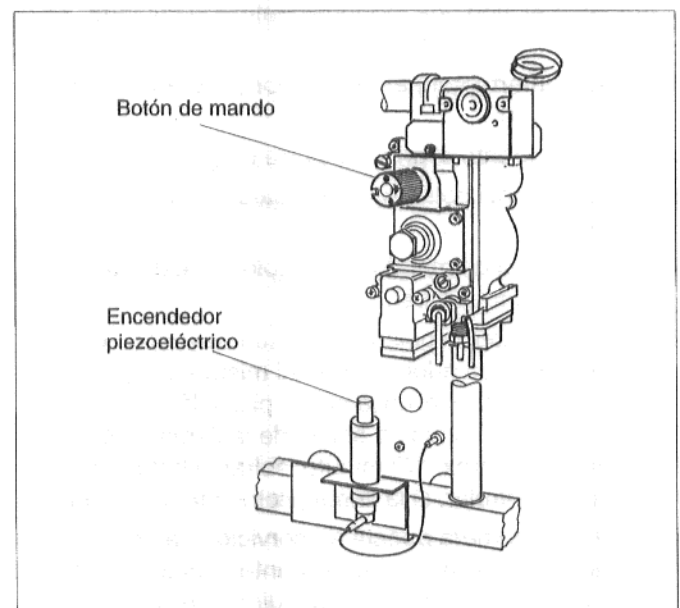

Fig. 2
- Pulsar y mantener pulsado el botón de mando de la grifería del quemador de gas. Al mismo tiempo, pulsar varias veces el encendedor piezoeléctrico (fig. 2). La chispa así producida enciende la llama piloto. Después de aprox. 1/2 minuto, soltar el botón de mando y controlar, si la llama piloto está encendida. Durante la primera puesta en servicio, mantener pulsado el botón de mando durante más tiempo y si fuera necesario, repetir el procedimiento varias veces.